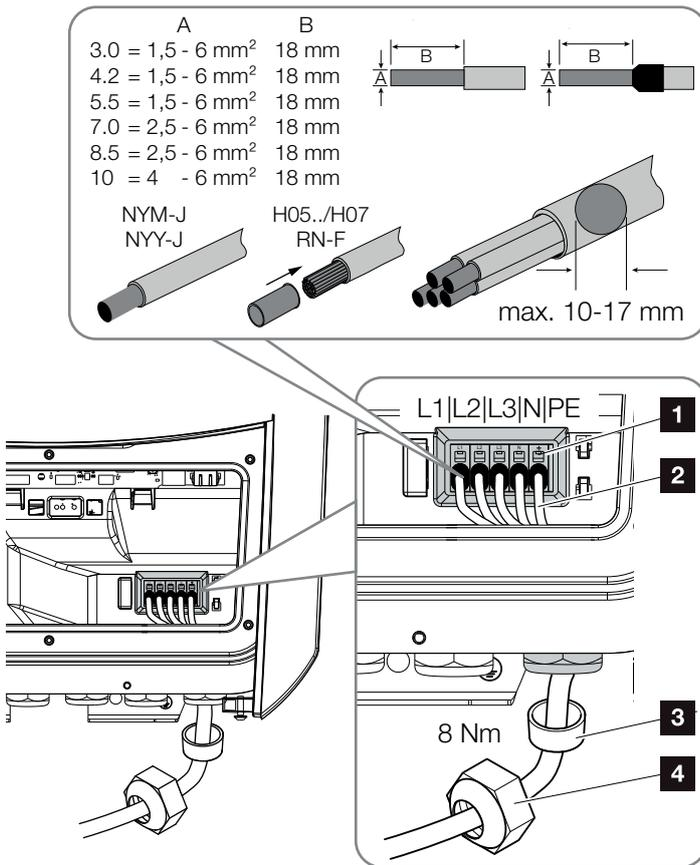

Fig. 21 : Raccordement du câble d'alimentation réseau à l'onduleur
9. Raccorder les fils du câble d'alimentation réseau à la borne de raccordement AC conformément au marquage. **!** **🔧** Fig. 21, pos. 1